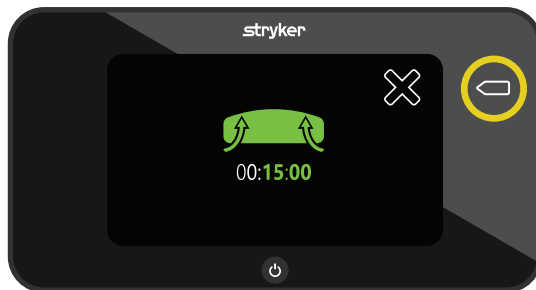

Figure 9 – Annuler Max Inflate (Gonflage maximum)
3. Pour annuler Max Inflate (Gonflage maximum), appuyer sur le bouton d'action en regard de l'icône **Annuler** ou attendre l'expiration du délai (Figure 9).